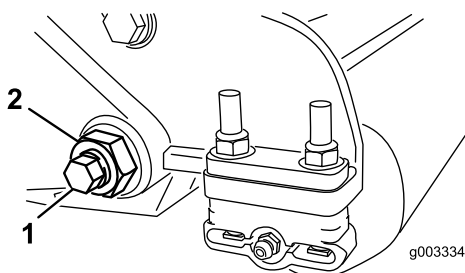
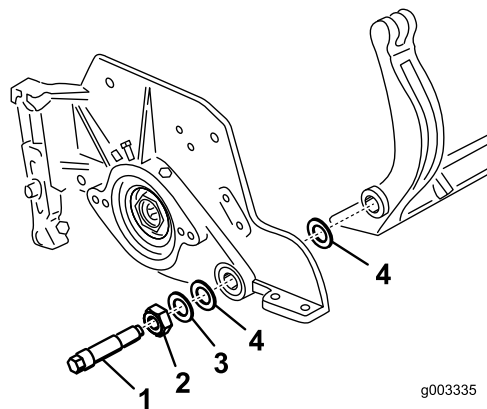

Figure 27
Figure 28
3. De chaque côté de la machine, desserrez le contre-écrou de fixation du boulon de la barre d'appui (Figure 27).
(Figure 27). Mettez de côté les 2 rondelles en nylon et la rondelle en acier estampée situées de chaque côté de la barre d'appui (Figure 28).
2. Fixez la barre d'appui sur chaque plaque latérale avec les boulons (munis d'écrous) et 6 rondelles. Une rondelle en nylon doit être placée de chaque côté du bossage de la plaque latérale. Placez une rondelle en acier à l'extérieur de chaque rondelle en nylon (Figure 28). Serrez les boulons de la contre-barre à un couple de 37 à 45 Nm. Serrez les contre-écrous jusqu'à ce que les rondelles d'acier extérieures cessent de tourner et que le jeu axial soit supprimé, mais ne serrez pas excessivement et ne faites pas fléchir les plaques latérales. Les rondelles peuvent présenter un espace à l'intérieur.